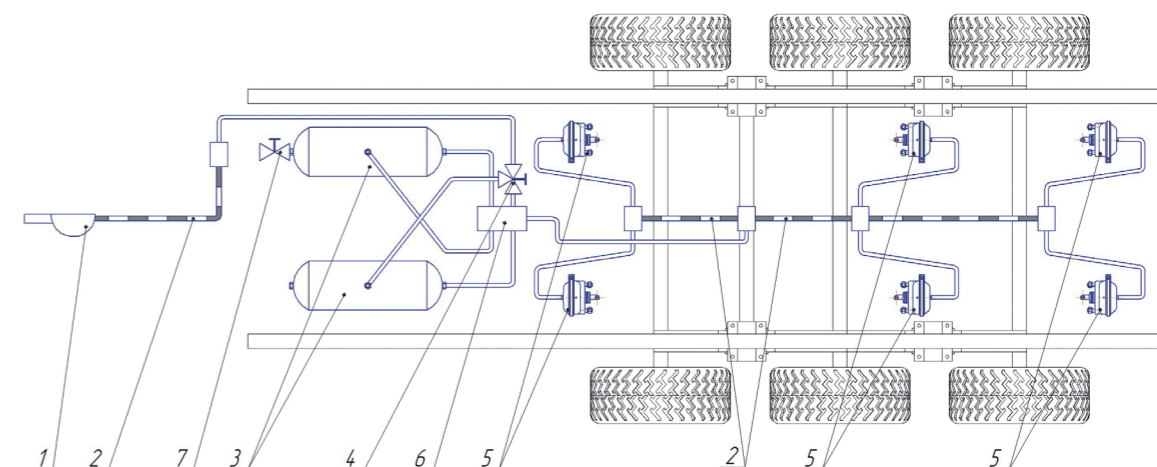

Рис. 2
4.6 **Пневматический привод колесных тормозов** выполнен по однопроводной схеме (Рис. 2). Он автоматически приводит в действие колесные тормоза полуприцепа и, кроме того, предназначен для аварийного торможения при отрыве от трактора.